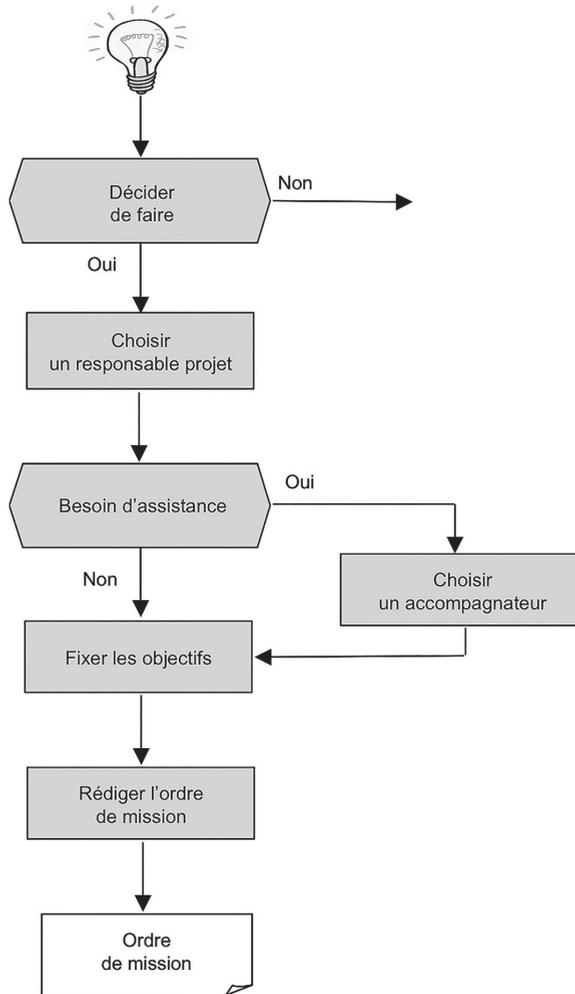

Figure 1.2 Initialisation du projet
**Logigramme du processus** : voir figure 1.2.